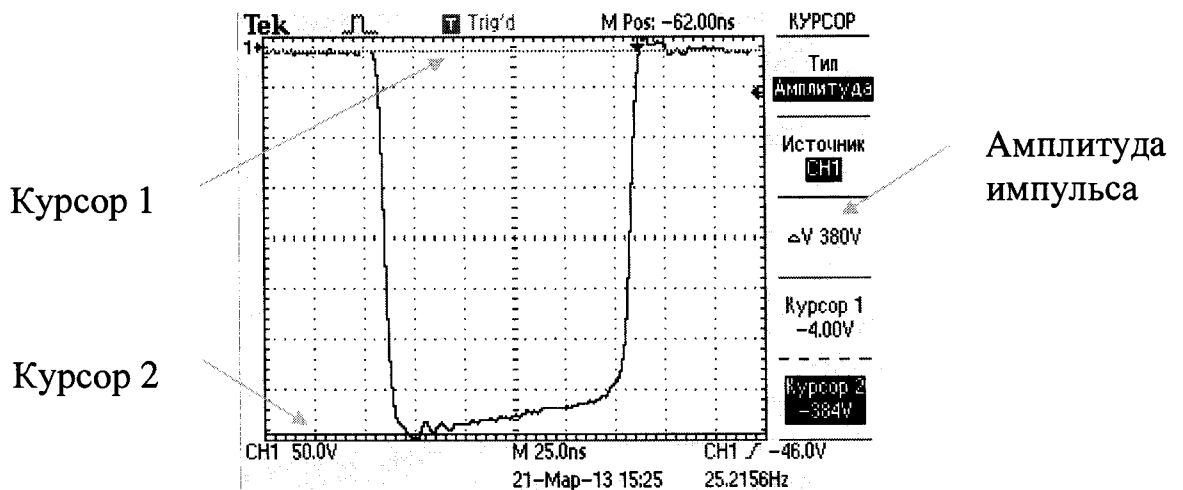

Рисунок 3 – Вид зондирующего импульса на экране осциллографа.
8.3.3 Установить параметры осциллографа в соответствии с таблицей 5. Зондирующий импульс должен наблюдаться на экране осциллографа (Рисунок. 3).
8.3.4 Определить амплитуду зондирующего импульса  $U_{зи}$ . Для этого в осциллографе включить курсоры для измерения амплитуды. Установить первый курсор на линию развертки, а второй курсор на вершину зондирующего импульса (смотри Рисунок. 3). Считать с экрана осциллографа значение амплитуды зондирующего импульса и занести в протокол.